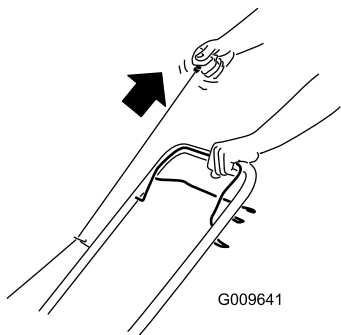

Рисунок 12
2. Потяните рукоятку ручного стартера (Рисунок 12).
**Примечание:** Слегка потяните за ручку стартера без усилия до тех пор, пока не почувствуете сопротивление, после чего резко дерните ее (Рисунок 12). Дайте тросу медленно вернуться в ручку.